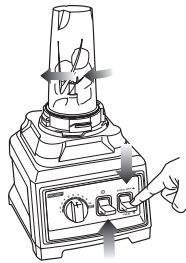

Fig. 11
- 5 Dé vuelta la taza Nutri Ninja y colóquela sobre la base del motor, alineando las pestañas de la taza con la base del motor. (Fig. 10) Gire en sentido horario hasta que la taza se trabe en su lugar. La unidad está lista para usar. (Fig. 11)
- 6 La taza Nutri Ninja funciona en una sola velocidad sin importar el número seleccionado en la perilla. Presione la palanca "Start/Stop/ Pulse" hacia abajo a intervalos cortos hasta alcanzar la consistencia deseada. (Fig. 11)